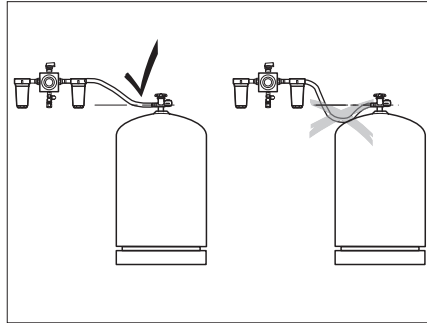

Fig. 231 Instalación de las mangueras de alta presión
- ▷ Cuando se instalan las mangueras de alta presión, asegurarse de que las mangueras suben constantemente (Fig. 231).